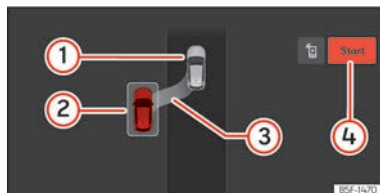
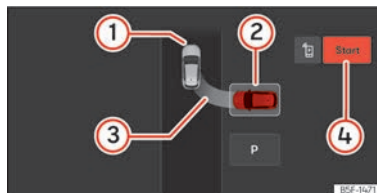

Abb. 157 Am Bildschirm des Infotainment-Systems: Position zum Längseinparken.
Abb. 158 Im Bildschirm des Infotainment-Systems: Position zum Quereinparken.
» (Abb. 157), » (Abb. 158)
• Prüfen Sie anhand der Anzeige im Bildschirm des Kombi-Instruments, ob die Parklücke als „geeignet“ erkannt wurde und ob die korrekte Position zum Einparken » (Abb. 157), » (Abb. 158) erreicht wurde. Die Parklücke wird als „geeignet“ betrachtet, wenn auf dem Bildschirm des Kombi-Instruments die Anzeige zum Einparken erscheint ③.